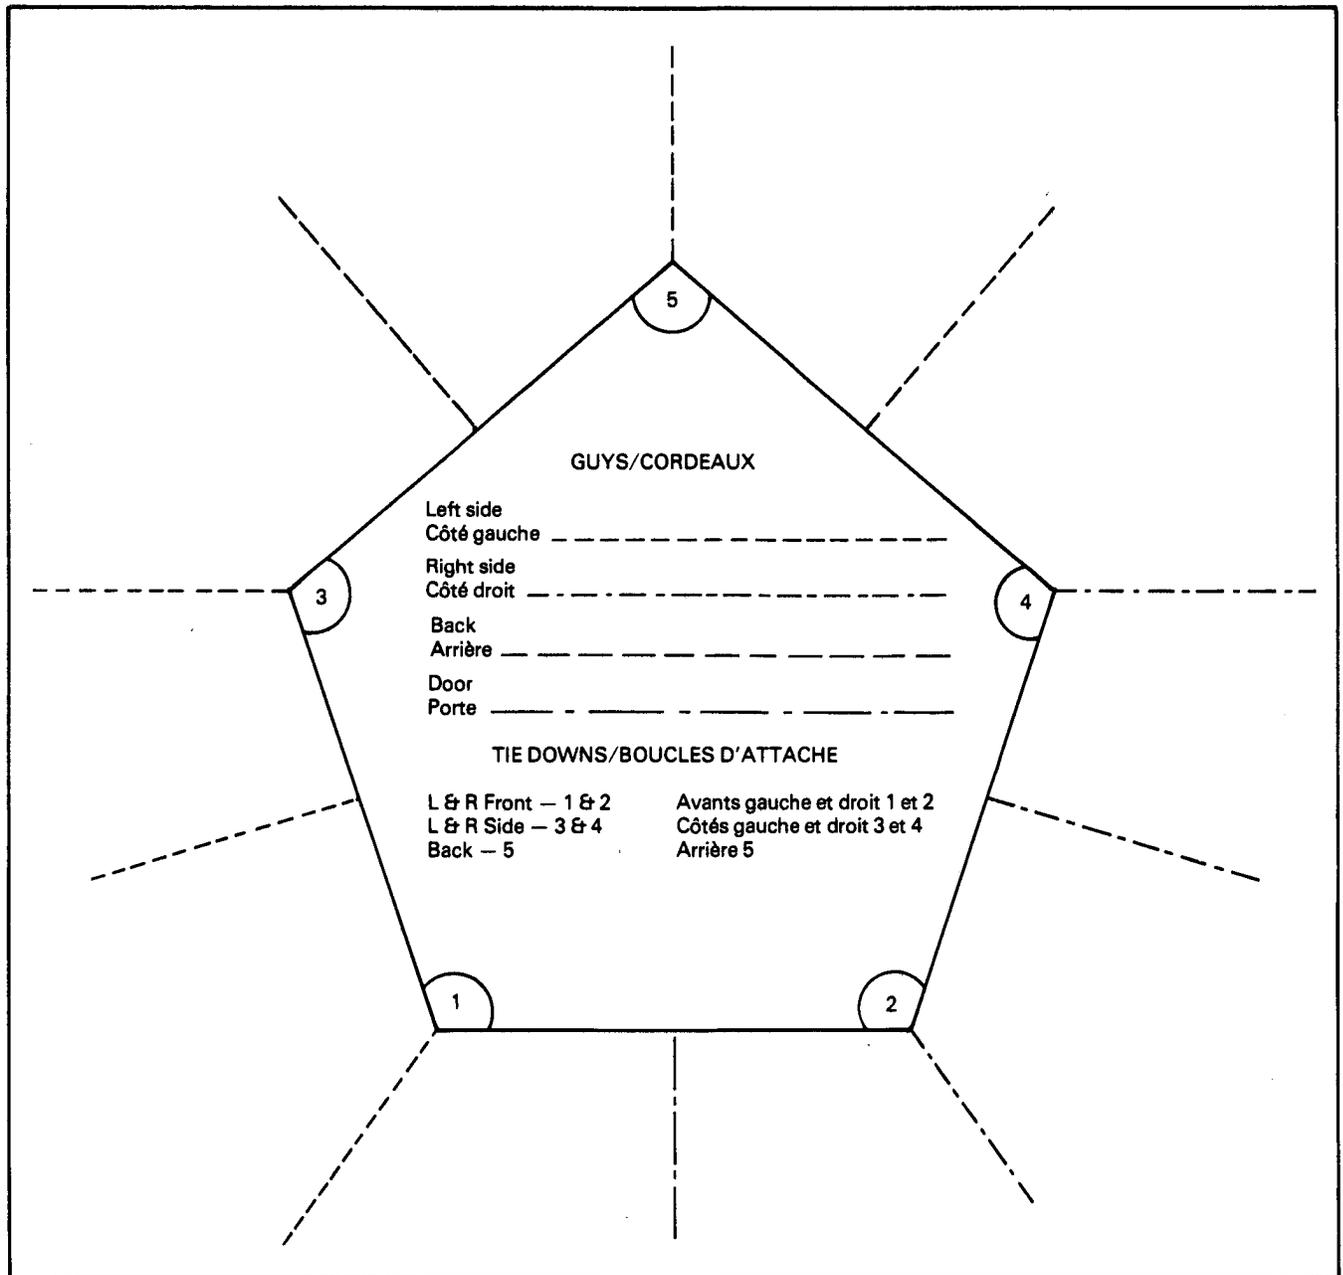

Figure 3-6 Guys and Tie-downs
46. The No. 1 works on the left side of the tent and is responsible for (see Figure 3-6):
47. The No.2's duties are the same as the No. 1's, but on the right side of the tent (see Figure 3-6):
46. Le numéro 1 travaille du côté gauche de la tente et se charge (voir figure 3-6):
47. Le numéro 2 a les mêmes tâches que le numéro 1, mais du côté droit (voir la figure 3-6).